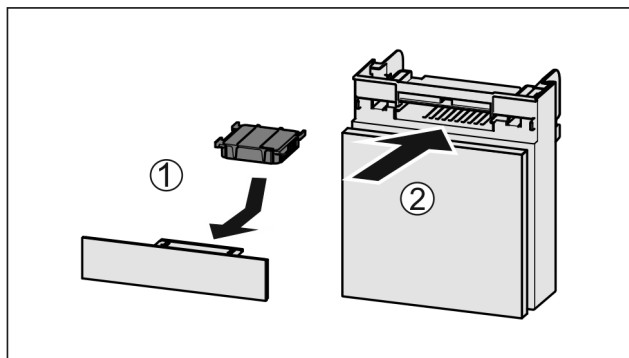

Fig. 138
- Umetnite filtarski s aktivnim ugljenom kao što je prikazano na slici Fig. 138 (1).
- Umetnite pretinac Fig. 138 (2).